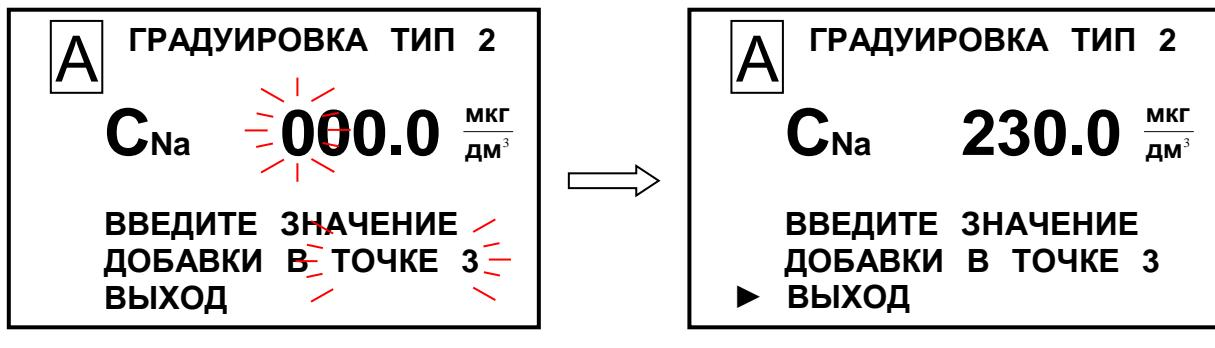

Рисунок 3.28
- 25 Ввести на экране (рисунок 3.28а) значение 230 мкг/дм3.
26 Установить маркер «►» на строку **ВЫХОД** (рисунок 3.28б) и нажать кнопку «**МЕНЮ ВВОД**». Появится экран в соответствии с рисунком 3.29а;